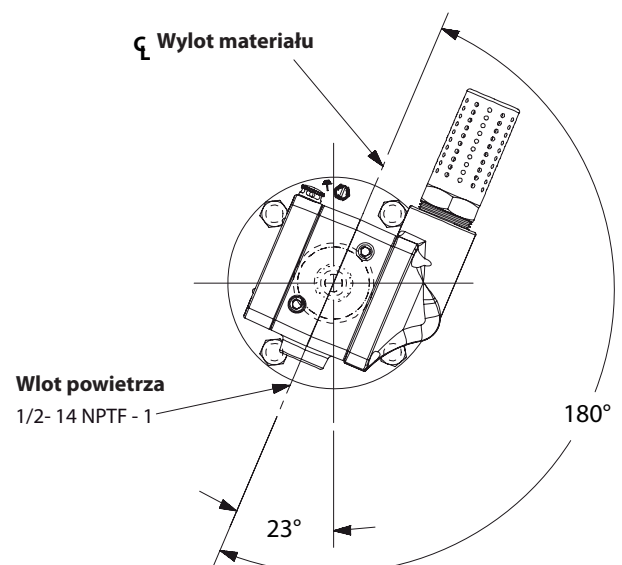

Rysunek 2
- Poluzuj nakrętki (90606) i odkręcić całą pompę od silnik powietrza. To narazi (90609) zachowując śruby (zob. rysunek 2).